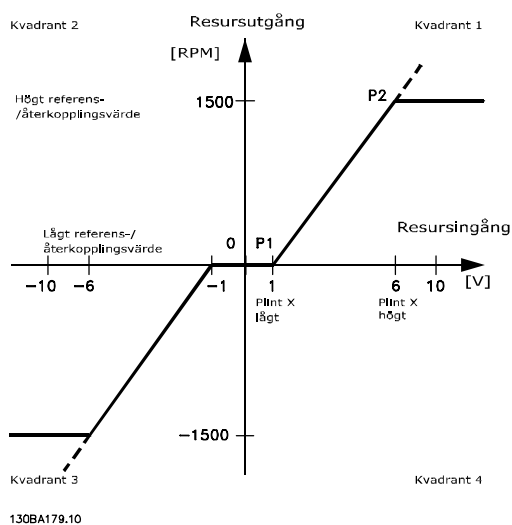

Bild 3.16 Dödband
- Minimalt referensvärde (se *Tabell 3.5* för relevant parameter) eller maximalt referensvärde måste vara noll. Med andra ord; Antingen måste P1 eller P2 ligga på X-axeln i *Bild 3.16*.
Dödbandets omfattning definieras av antingen P1 eller P2 enligt *Bild 3.16*.